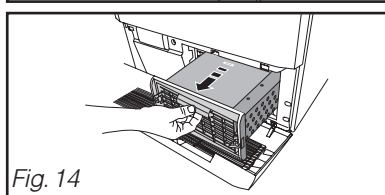

Fig. 14
- Retírelo delicadamente (Fig. 14).